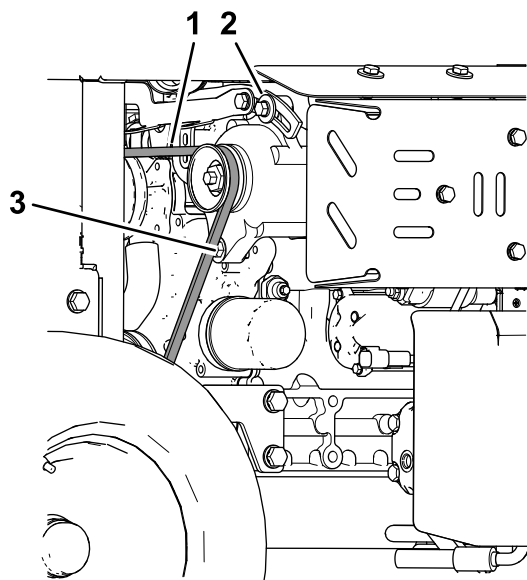

Bild 77
4. Lösen Sie die Drehschraube der Lichtmaschine und die Arretierschraube (Bild 77).
6. Ziehen Sie die Arretierschraube der Lichtmaschine an (Bild 77).
7. Ziehen Sie die Drehschraube der Lichtmaschine an (Bild 77).